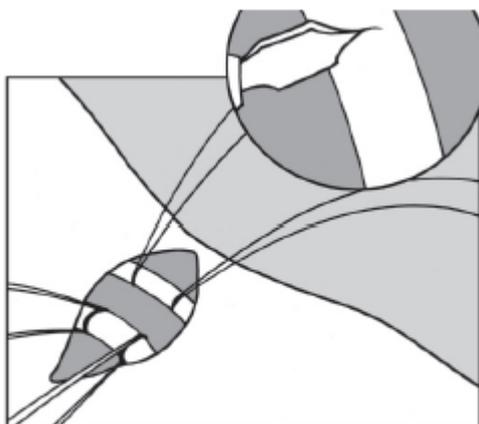

Fig. 13
- b) O vaso selecionado é identificado e as fitas passam por baixo dele. Faz-se uma incisão no vaso com um bisturi ou com uma tesoura. (fig.13)